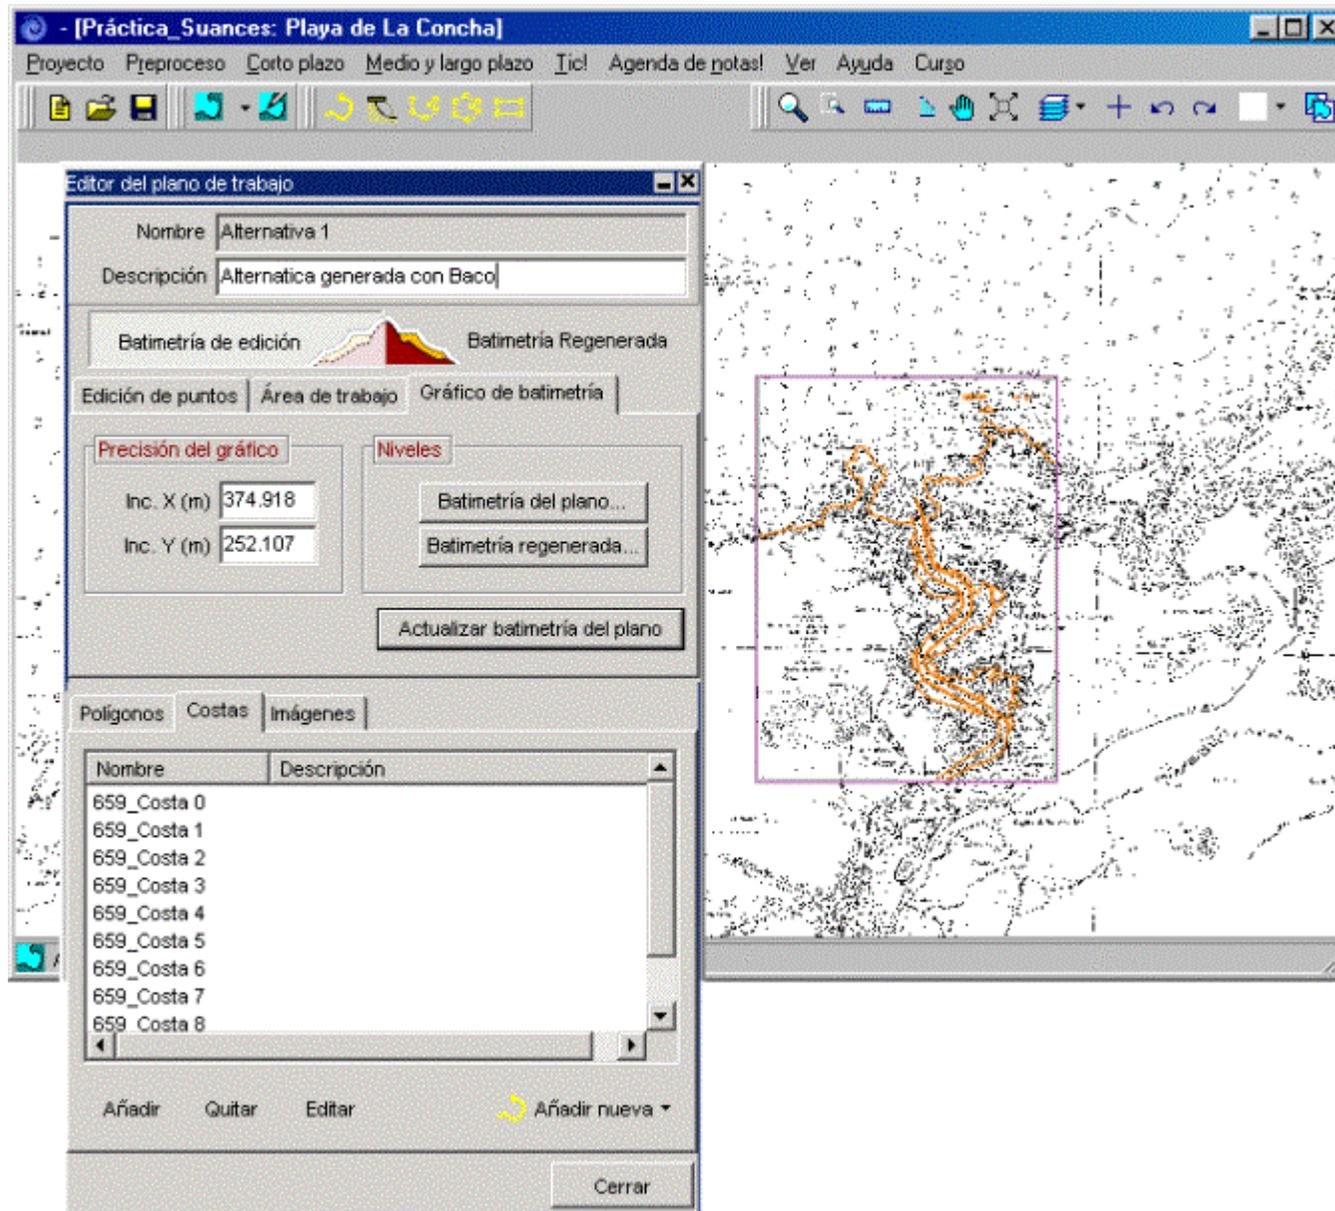

Figura 7.26
- A continuación, dentro del editor del plano de trabajo, ir a la pestaña de “Costas” (ver figura 7.26). Se observará que la costa correspondiente a la carta 659 está fragmentada en diez segmentos (659_Costa0 a 659_Costa9).